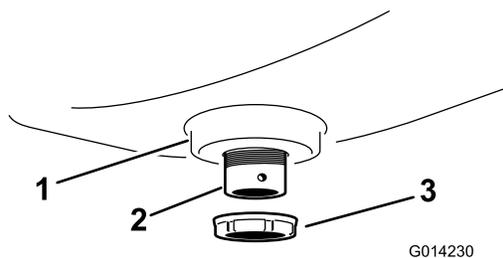

Figura 4
3. Fissate il diaframma al serbatoio di lavaggio mediante un dado flangiato in plastica (Figura 4).